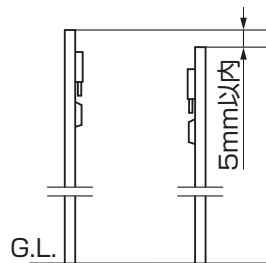

図3-6
- 左右の手動支柱をレベルを使用して水平に施工してください。柱左右の高さは±5mm以内（図3-6参照）
(3) 基礎寸法